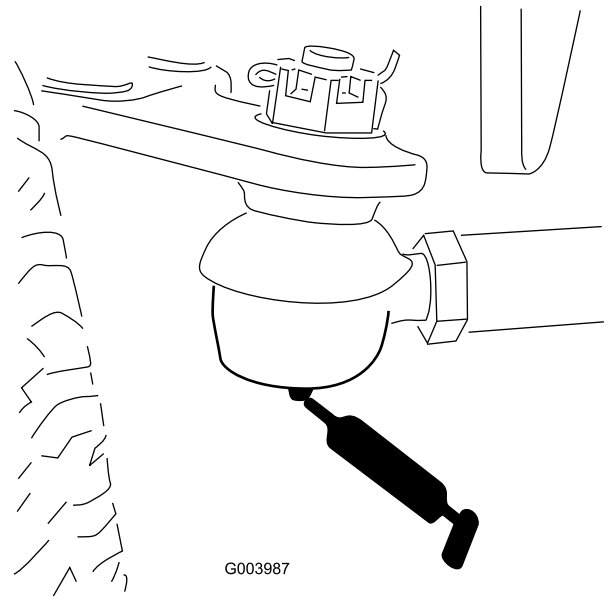

Figura 68
- Tirante del ponte posteriore (2) (Figura 68)